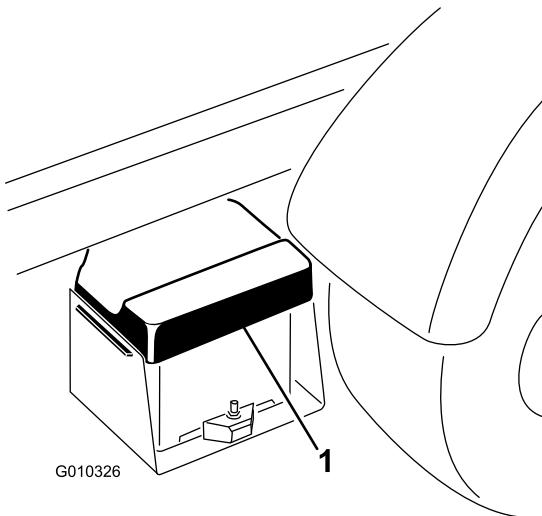

図 10
- A. バッテリーカバーを握り込んで、タブをバッテリーベースから外す(図 10)。
- B. バッテリーベースからバッテリーを取り外す(図 10)。
- バッテリーカバーを握り込んで、タブをバッテリーベースに合わせ、力をゆるめるとカバーがセットされる（図 10）。